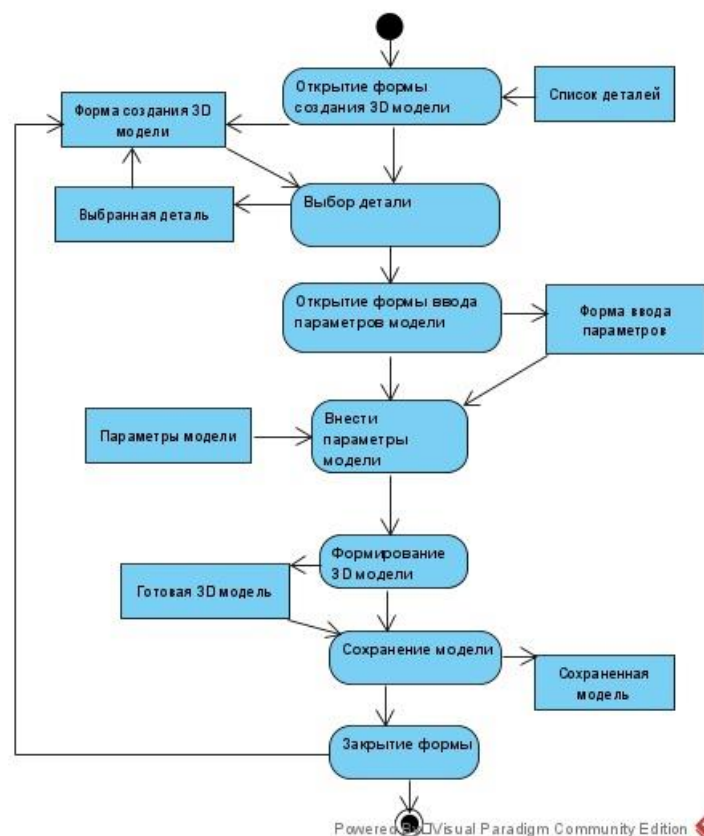

Рисунок 1
1) Обеспечение создания 3D моделей по данным, введенным через пользовательский интерфейс (рисунок 1).